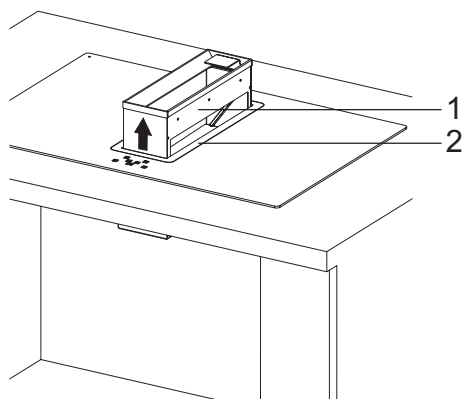

Abb. 14
- 13.** Um Wasser und Nahrung Abfall zu halten hat das Produkt innen ein Schlitz (Abb. 14/2).
Innerhalb des Geräteschlitz nach oben ziehen (Abb. 14).